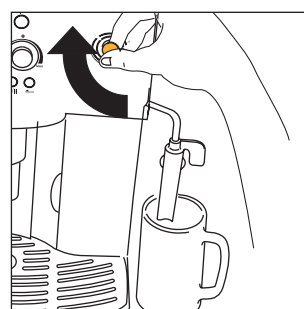

Рис. 6
4. Через несколько секунд из насадки для взбивания молока начнет вытекать вода. Когда чашка будет наполнена примерно 30 мл воды, поверните ручку подачи пара по часовой стрелке на половину оборота, рис. 6, до упора, так чтобы вода перестала течь.
- Поверните регулятор подачи пара по часовой стрелке до упора, рис. 6, для того, чтобы прервать выход воды и переведите насадку для взбивания молока в первоначальное положение, направив с центр кофеварки.
- Направьте насадку для взбивания молока, рис. 6, в сторону вне кофеварки.
- Чтобы прервать подачу, поверните ручку до упора по часовой стрелке, рис. 6.
- После достижения требуемой температуры прервите подачу пара, повернув регулятор подачи пара по часовой стрелке до упора, рис. 6.